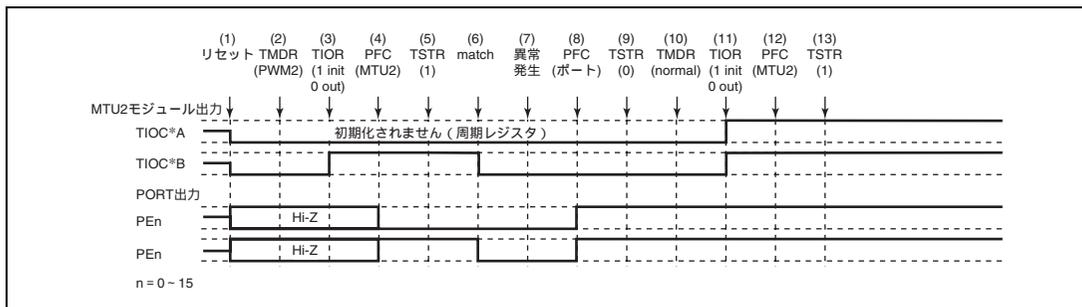

図 11.127 PWM モード 2 で異常が発生し、ノーマルモードで復帰する場合
PWM モード 2 で異常が発生し、再設定後ノーマルモードで再スタートする場合の説明図を図 11.127 に示します。
(1) ~ (9) は図 11.127 と共通です。
(10) PWM モード 1 を設定します。
(11) TIOR で端子を初期化してください (PWM モード 1 では TIOC\*B 側は初期化されません)。
(12) PFC で MTU2 出力としてください。
(13) TSTR で再スタートします。
(15) PWM モード 2 で動作中に異常が発生し、PWM モード 2 で再スタートする場合の動作
(10) PWM モード 2 で再スタートする場合には必要ありません。
(11) TIOR で端子を初期化してください (PWM モード 2 では周期レジスタの端子は初期化されません)。
(16) PWM モード 2 で動作中に異常が発生し、位相計数モードで再スタートする場合の動作
(10) 位相計数モードを設定します。
(11) TIOR で端子を初期化してください。
(17) 位相計数モードで動作中に異常が発生し、ノーマルモードで再スタートする場合の動作